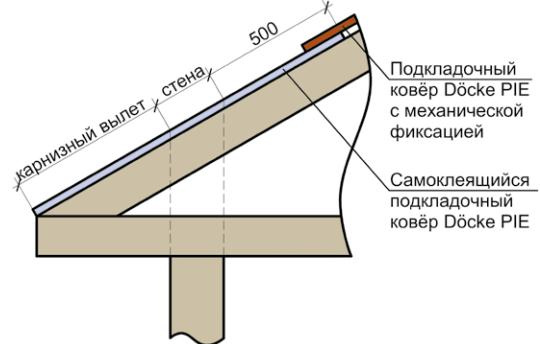
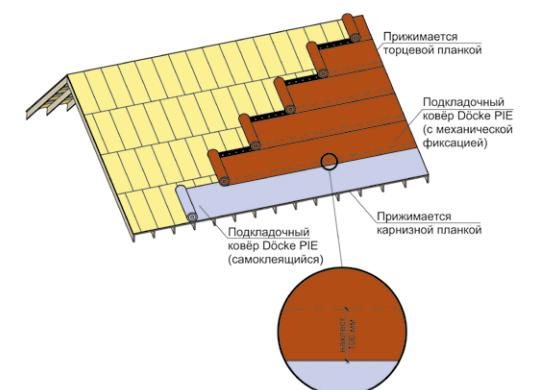

Рис. 8. Схема укладки самоклеящихся подкладочных ковров на карнизный свес.
Рис. 10. Схема расположения подкладочного ковра Döcke (последовательность укладки полотен в соответствии с пунктом 4.1.6.).
4.1.3 В ендову и вдоль карнизного свеса рекомендуется укладывать самоклеящийся подкладочный ковёр Döcke. Величина карнизного свеса равна величине карнизного вылета плюс часть ската над стеной плюс 500 мм (рис. 8). Остив шуюся поверхность скатов допускается укрывать подкладочными коврами Döcke с механической фиксацией (рис. 10, рис 12). Также допускается монтаж само-